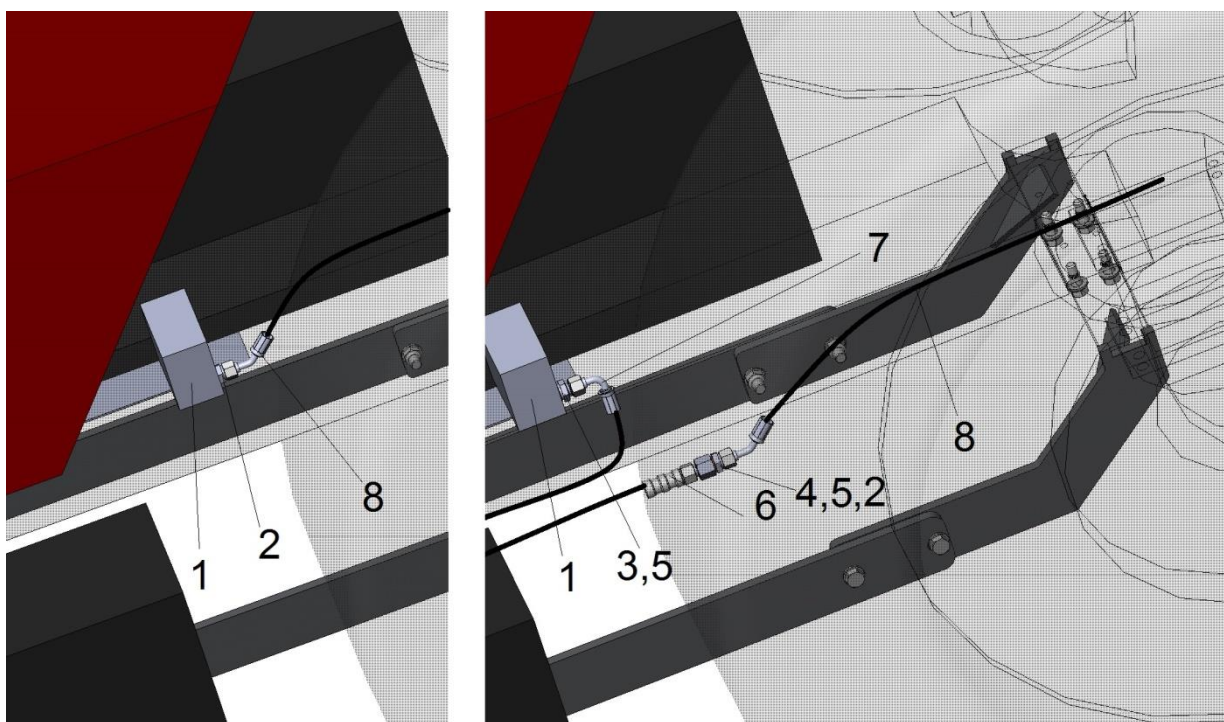

Рисунок 9 – Подключение к гидросистеме трактора:
1. Демонтировать штуцер трактора поз.2 с насоса-дозатора поз.1.(см. рис.9)